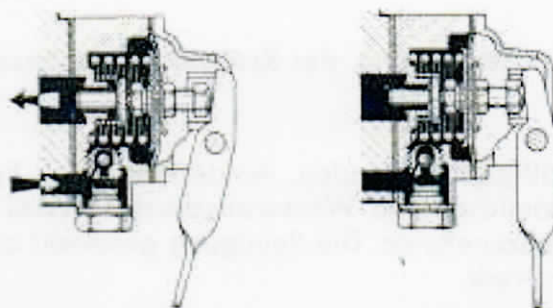

Abb. 15 Wirkungsweise einer Beschl.-Pumpe bei einer „abmagernden“ Pumpe
b) Abmagernde Pumpen (Abb. 15)